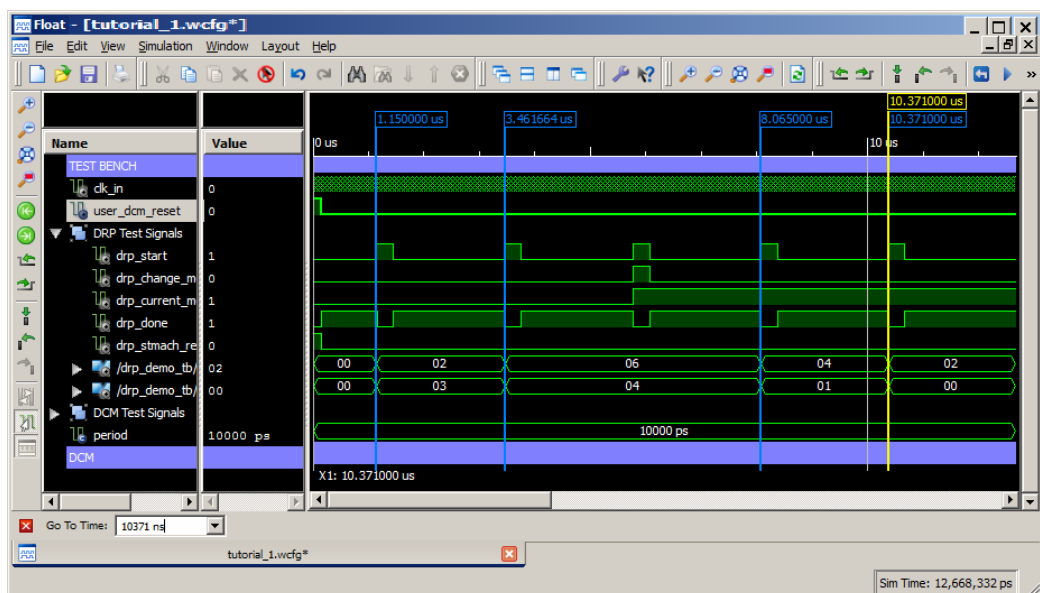

図 4-26 : テスト開始地点をマーカーで識別
4. [Console] パネルでテストベンチで実行された 4 つのテストの開始地点を確認し、そこにマーカーを追加します。波形ウィンドウは、図 4-26 のように表示されます。